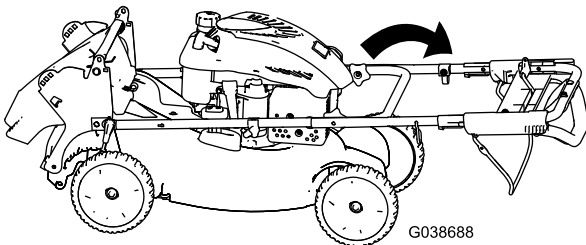

Bild 22
3. Drehen Sie den Griff nach vorne (Bild 22).